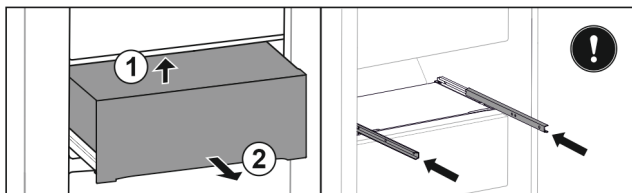

Fig. 54
- ▶ 从后下方抬起抽屉。 Fig. 54 (1)
- ▶ 朝前取出抽屉。 Fig. 54 (2)